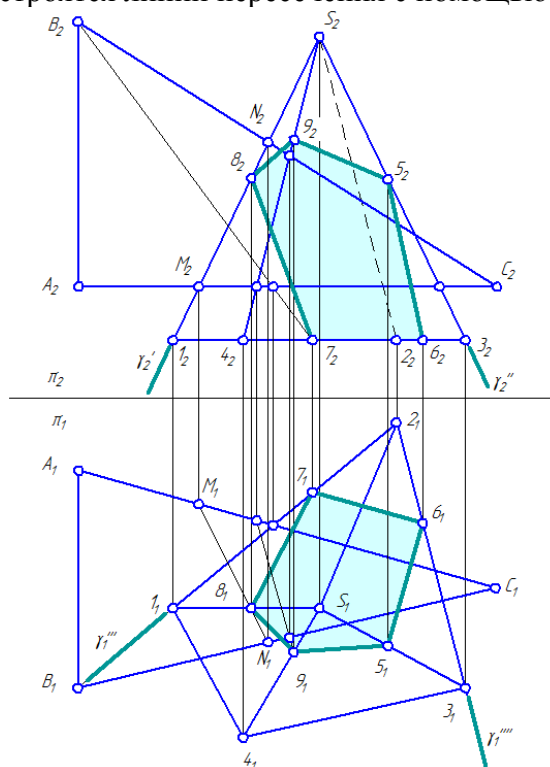

Рисунок 5.2.4 – Построение сечения
- 1) Построить горизонтальные и фронтальные проекции пирамиды и  $I234S$  и плоскости  $\Delta ABC$  (Рисунок 5.2.4);